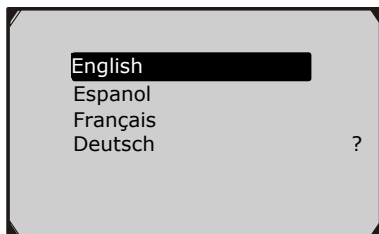

Figure 3.4
- 2) Utilisez le bouton de défilement **HAUT/BAS** pour sélectionner la langue désirée et appuyez sur le bouton **OK** pour sauvegarder votre sélection et revenir au menu précédent. (Figure 3.4)